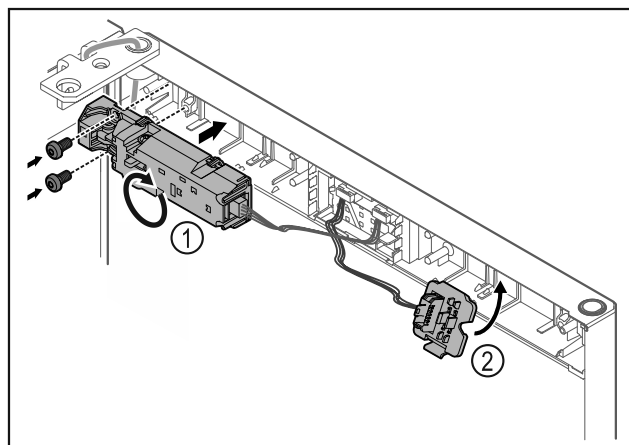

Fig. 11
- Tourner la serrure électrique Fig. 11 (1) à 180° et la placer de l'autre côté.
- Clipser le support de connecteur Fig. 11 (2) du côté opposé.*